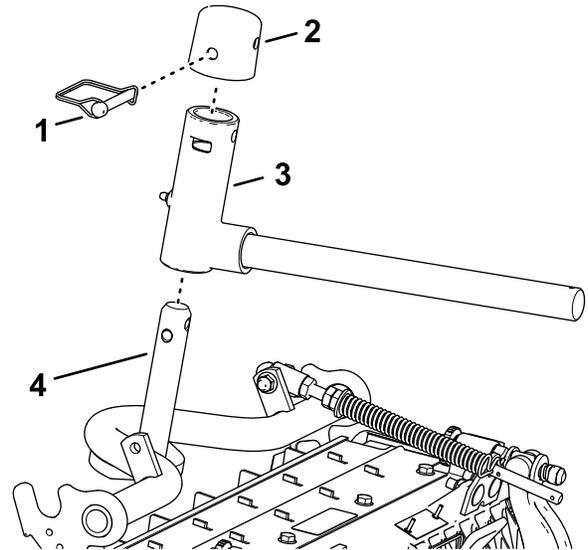

Figura 20
- Monte a forquilha do articulação no veio da estrutura de suporte (Figura 20).